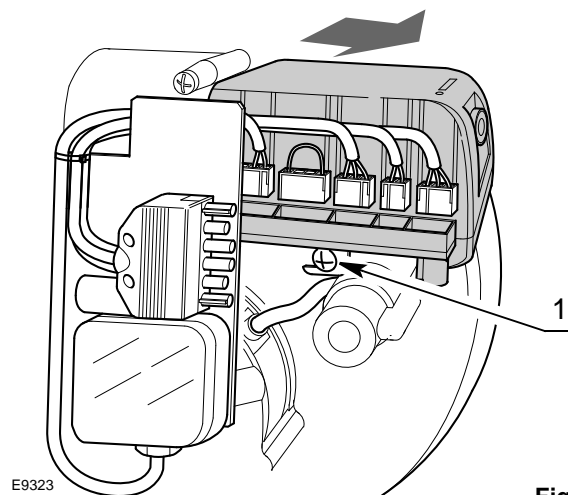

Fig. 19
- desconectar todos los conectores conectados a ella, el conector macho de 6 contactos, los cables de alta tensión y el cable de tierra (TB);
- desenroscar el tornillo 1)(Fig. 19) y tirar de la caja de control en el sentido de la flecha.
- enroscar el tornillo 1)(Fig. 19) con una par de torsión de $1 \div 1,2$ Nm;